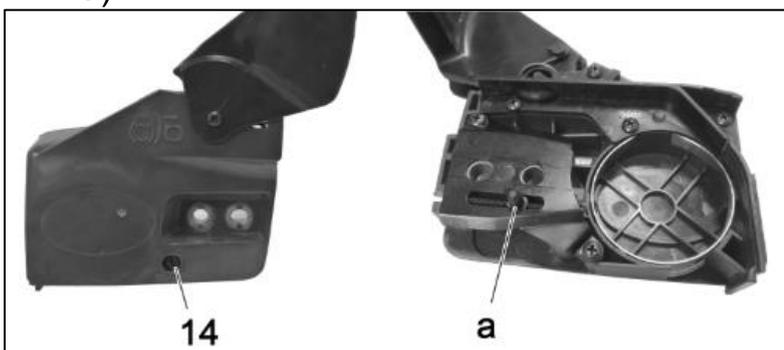

Fig.7
- 4) Tourner dans le sens anti-horaire (dévisser) la vis tendeur de chaîne (Fig.7 item 14) pour faire reculer le doigt tendeur de chaîne (Fig.7 item a).